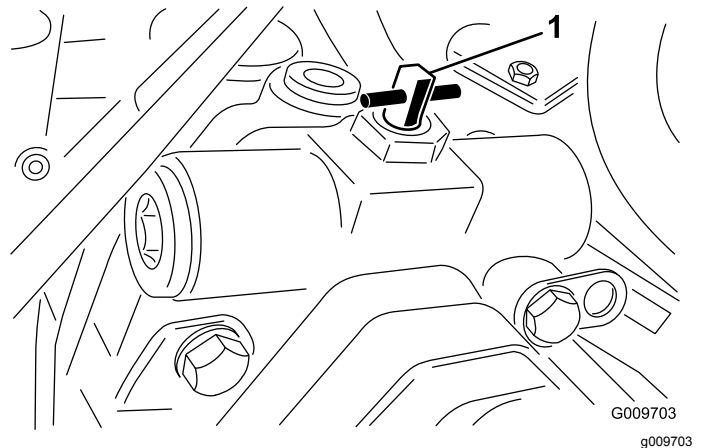

Figura 63
3. Gire la válvula de desvío 90° (¼ de vuelta) en cualquier sentido para abrirla y dejar pasar el fluido internamente (Figura 63).
2. Gire la válvula de desvío 90° (¼ de vuelta) en cualquier sentido para abrirla y dejar pasar el fluido internamente (Figura 63).